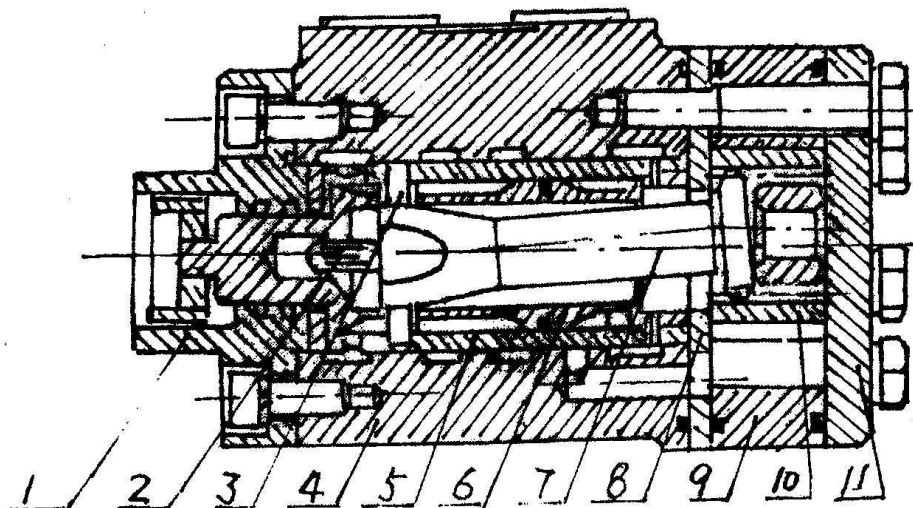

Рис.11. Схема гидравлического рулевого механизма.
- а). Структура гидравлического рулевого механизма показана в Рис. 11. Ротационный клапан сервопривода, состоит из клапана (7), втулки клапана (6) и корпуса клапана (5), контролирует направление потока гидравлического масла. Статор (9) и ротор (10) составляют пару циклоидального зубчатого зацепления, которое функционирует как клапан управления потоком, который перегоняет гидравлическое масло в управляющий цилиндр, где находится в непосредственном соотношении с углом поворота рулевого колеса. Сцепление стержня (8) передает вращающий момент.